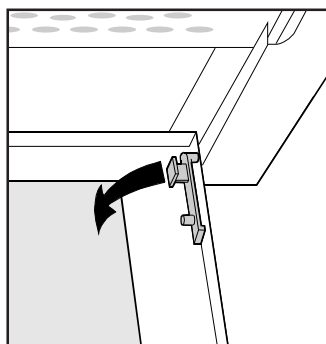

Fig. 4 - Abb. 4 - Obr. 4 - Afb. 4
- c. Para quitar completamente las rejillas accionar los resortes de fijación **N** que actúan como perno de dichas rejillas (Fig. 4).